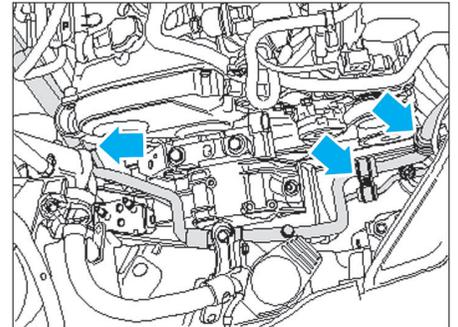

Fig. 16
- Desserrer les fixations des canalisations de climatisation de la carrosserie (Fig.16).